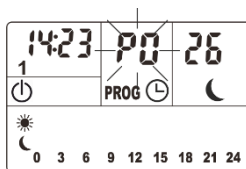

Fig.2
2. Pressione longamente o botão  até ouvir um sinal sonoro. No visor irá aparecer o ícone de relógio. (Fig.2)